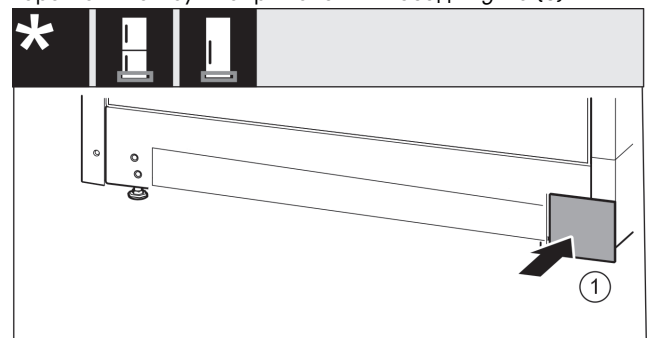

Fig. 17
- ▶ Знову одягнути кришку з іншого боку. Fig. 17 (1)